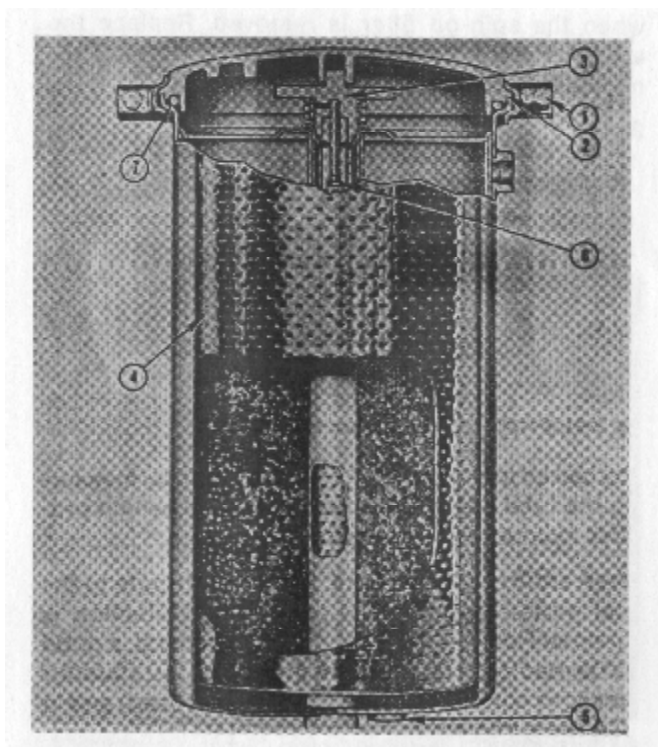

Рис.2-17 (V41908) Шунтирующий фильтр/байпас в разрезе.
1. Снять спускную пробку (Рис. 2-17) и спустить масло.
2. Снять гайку (1) и открыть кожух.
3. Отвинтить прижимной блок (3) и снять элементы (4) и прижимной блок.
7. Проверить пробку с отверстием (6) внутри соединения или вертикальной трубки выхода масла; выпустить воздух, открыть и прочистить.
8. Проверить 0-образное кольцо крышки фильтра (7). Сменить при необходимости.